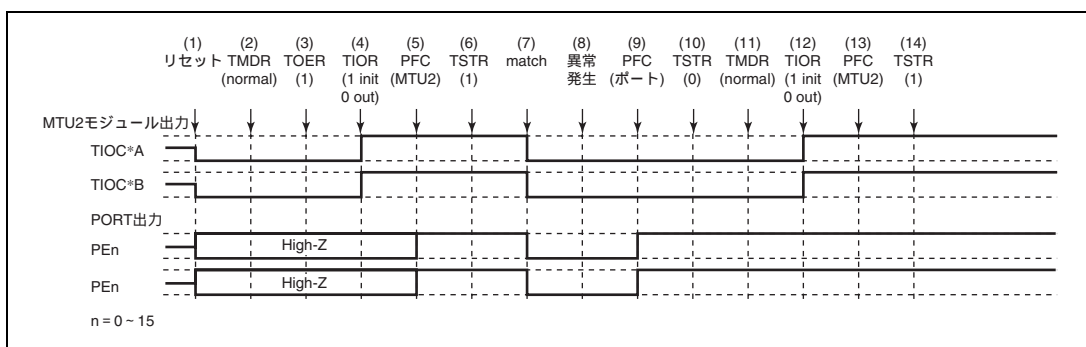

図 12.139 ノーマルモードで異常が発生し、ノーマルモードで復帰する場合
ノーマルモードで異常が発生し、再設定後ノーマルモードで再スタートする場合の説明図を図 12.139 に示します。
(1) ~ (10) は図 12.139 と共通です。
(11) PWM モード 1 を設定します。
(12) TIOR で端子を初期化してください (PWM モード 1 では TIOC*B 側は初期化されません。初期化したい場合はノーマルモードで初期化した後、PWM モード 1 に遷移してください)。
(13) PFC で MTU2 出力としてください。
(14) TSTR で再スタートします。
(11) PWM モード 2 を設定します。
(12) TIOC で端子を初期化してください (PWM モード 2 では周期レジスタの端子は初期化されません。初期化したい場合にはノーマルモードで初期化した後 PWM モード 2 に遷移してください)。
- (1) ~ (10) は図 12.139 と共通です。
- (11) 位相計数モードを設定します。
- (12) TIOR で端子を初期化してください。
- (13) PFC で MTU2 出力としてください。
- (14) TSTR で再起動します。
(11) TIOR でノーマルモードの波形生成部を初期化してください。
(12) TIOR でノーマルモードの波形生成部の動作を禁止してください。
(13) TOER でチャンネル 3、4 の出力を禁止してください。
(14) TOCR で相補 PWM の出力レベルと周期出力の許可禁止を選択してください。
(15) 相補 PWM を設定します。
(16) TOER でチャンネル 3、4 の出力を許可してください。
(17) PFC で MTU2 出力としてください。
(18) TSTR で再スタートします。
- (1) ~ (13) は図 12.139 と共通です。
- (14) TOCR でリセット同期 PWM の出力レベルと周期出力の許可禁止を選択してください。
- (15) リセット同期 PWM を設定します。
- (16) TOER でチャンネル 3、4 の出力を許可してください。
- (17) PFC で MTU2 出力としてください。
- (18) TSTR で再スタートします。